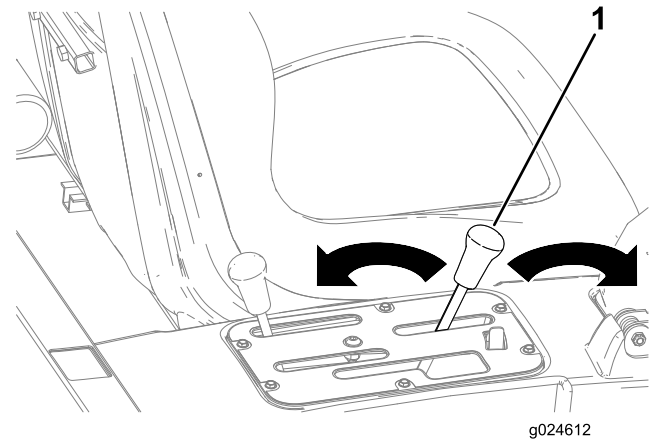

Figura 18
3. Mueva la palanca hacia atrás para elevar la plataforma de carga a la posición deseada (Figura 18).
4. Mueva la palanca hacia adelante para bajar la plataforma de carga (Figura 18).